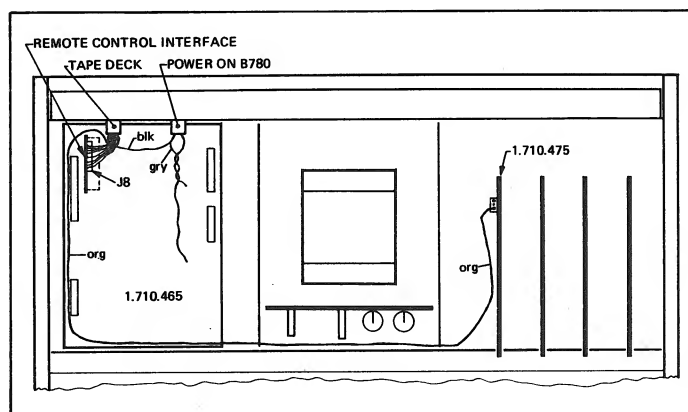

Fig.3.7
- Enfiler la platine REMOTE CONTROL INTERFACE dans la réglette J8 (1.710.465), (fig. 3.7).
- Introduire le câble orange le long du faisceau de câbles jusqu'à la platine AUDIO LOGIC CONTROL 1.710.475 et l'enfiler dans la nouvelle réglette (fig. 3.7).